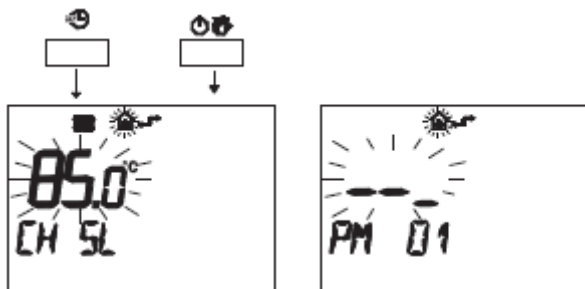

рис. 5.45
- Нажмите одновременно кнопки и , чтобы войти в режим программирования, см. рис. 5.45.